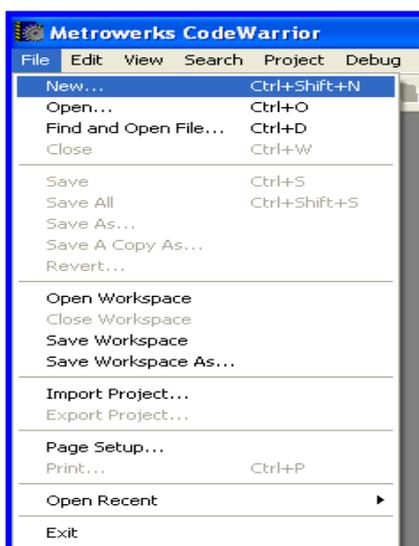

Figura 4.1 Menú File-New
- 4.- En el menú elegir *File-New* (Figura 4.1).